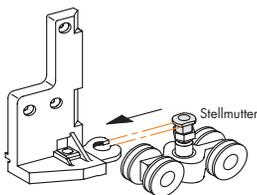
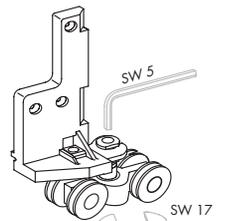

Bild 2 Stellmutter in richtige Position bringen und Laufwagen einschieben
Bild 3 Lagerbolzen L mit Stiftschlüssel SW 5 festhalten und Klemmutter mit Gabelschlüssel SW 17 fest anziehen
- A** Laufwagen (10) in Laufschiene (21) einschieben.
- B** Falflügel beginnend mit dem rahmenseitigen Flügel der Reihe nach montieren. Zur Montage des Laufwagens (10) 12 mm hohe Distanzleisten (bauseits) als Montagehilfe in den Rahmenfals legen. Laufwagen (10) in die Stützplatte am Ecklager D (8) und Ecklager (17) einschieben. Dazu Stellmutter in richtige Position bringen, siehe Bild 2. Lagerbolzen L des Laufwagens (10) mit Stiftschlüssel SW 5 festhalten und Klemmutter mit Gabelschlüssel SW 17 fest anziehen, siehe Bild 3.